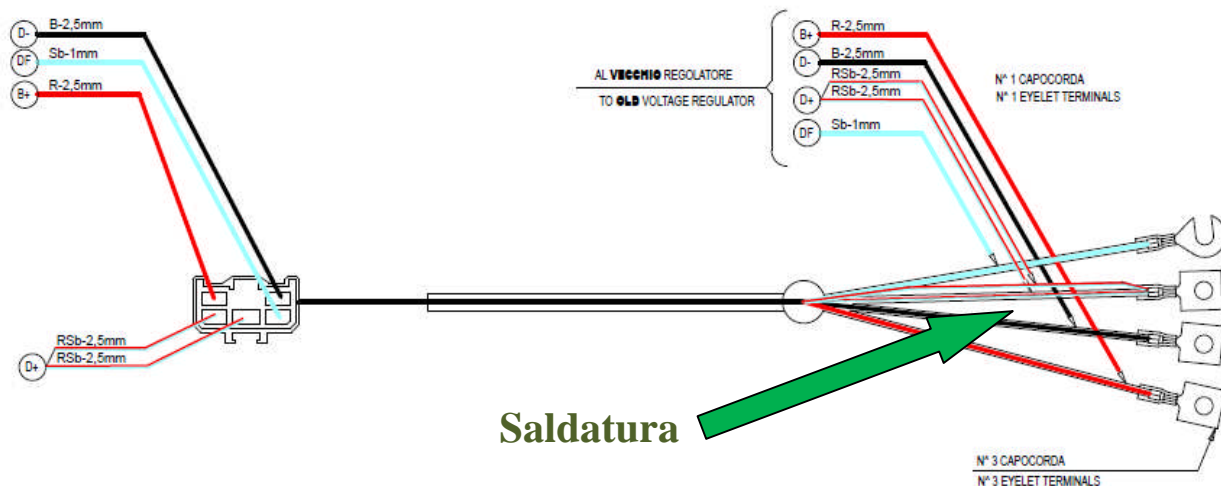

FIGURA 4 – Operazione di saldatura al cablaggio principale preesistente
- 3) Saldare i 4 cavi ottenuti (in conseguenza delle operazioni 1 e 2) al cablaggio principale dell'impianto preesistente. Ciascun cavo lato connettore deve essere unito con il corrispondente cavo dello stesso colore lato impianto principale, come mostrato nella Figura 4 seguente (rosso con rosso, nero con nero, azzurro con azzurro ed i due cavi rosso/celeste e rosa/celeste, precedentemente riuniti, col rimanente):